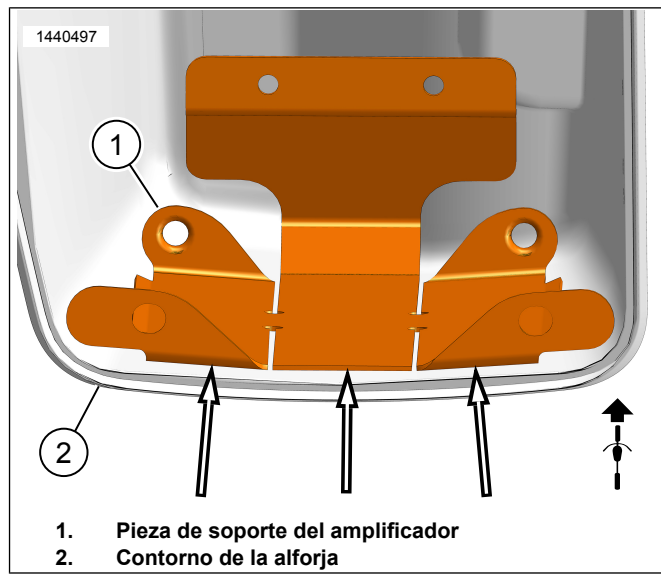

Figura 12. Contorno de la alforja
- b. Figura 12 Use las hendiduras de la pieza de soporte de montaje (1) para doblarla y dejarla ajustada al contorno de la alforja (2) sin que se mueva. Esto permitirá que tenga un mejor contacto con la cinta y se adhiera más a ella. Todavía no quite la cinta.